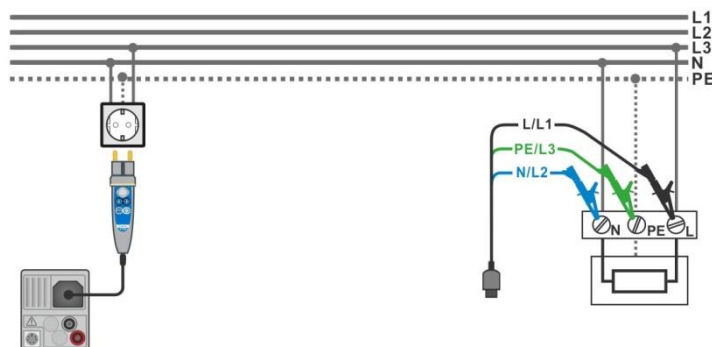

Abbildung 7.34: Anschluss des Commander-Prüfsteckers und des 3-Leiter Prüfadapters
- › Schließen Sie die Prüfleitungen oder den Commander Prüfstecker am Prüfling an, siehe **Abbildung 7.34**.